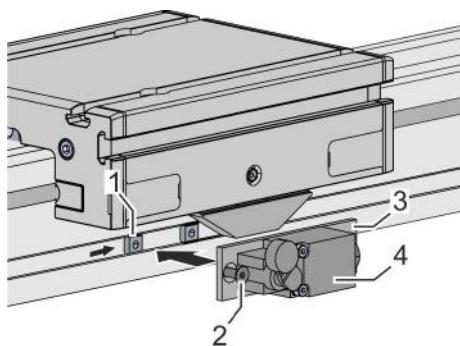

Fig. 35: Montaggio del micro di fine corsa
3. ➤ Inserire e posizionare i tasselli (Fig. 35/1) nella scanalatura del profilo di guida.
4. ➤ Posizionare il micro di fine corsa (Fig. 35/4) con la piastra di sostegno (Fig. 35/3) all'altezza dei tasselli inseriti.
5. ➤ Stringere 2 viti (Fig. 35/2):